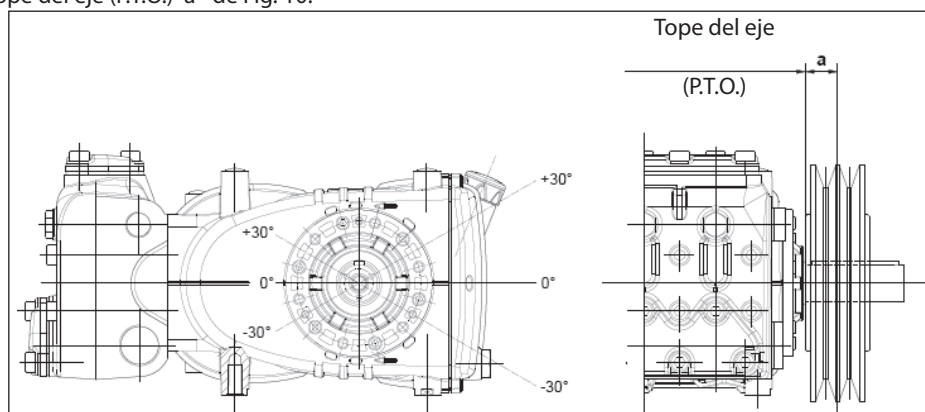

Fig. 10
La carga radial sobre el eje no debe ser superior a 3000 N (valor necesario para definir el Layout). La transmisión es considerada adecuada si tal carga es aplicada a una distancia máxima $a = 30$ mm del tope del eje (P.T.O) como se indica en la Fig. 10.
- b) Utilizar correas de alto rendimiento – por ejemplo **XPB** en lugar de **SPB** – ya que resultará necesario una cantidad inferior de correas en paridad de potencia transmitida y una consecuente distancia inferior de la resultante con respecto al tope del eje (P.T.O.) "a" de Fig. 10.
- e) Seguir la dirección del tiro de la correa como se indica en la Fig. 10 para exigencias diferentes ponerse en contacto con la **Oficina Técnica** o el **Servicio de Asistencia al Cliente**.